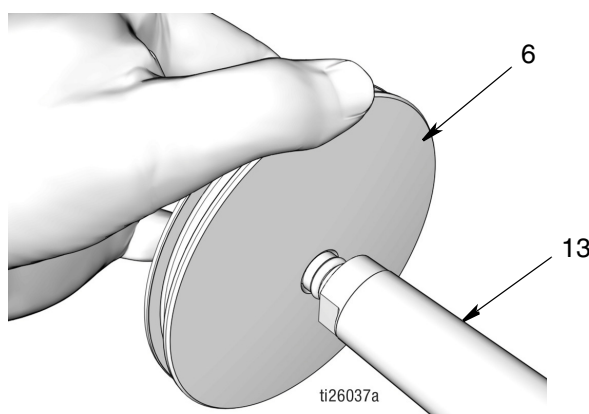

Рис. 50
- c. Насаживайте поршень (6) поверх конца штока поршня (13) до тех пор, пока он не будет сидеть на штоке (Рис. 50).